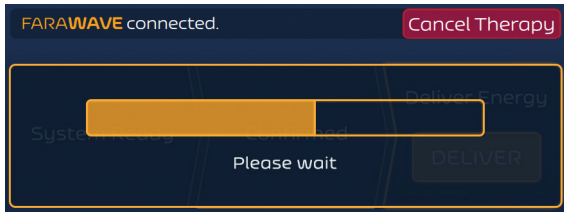

Figure 13. Écran Therapy (Thérapie) - Mode asynchrone - État Between Deliveries Countdown (Compte à rebours entre les administrations d'énergie)
8. Le générateur FARASTAR PFA impose un délai de 10 secondes entre les administrations d'énergie. Ceci est mis en œuvre comme illustré à la Figure 13.